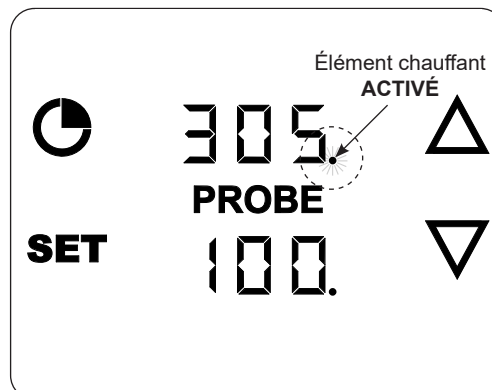

Fig. 35-2 Élément chauffant ACTIVÉ
- Le **point** à côté de la température de cuisson indique que l'élément chauffant est **activé**. Le **point** s'allume et s'éteint de manière intermittente lorsque l'élément maintient la température réglée. Voir Fig. 35-2.